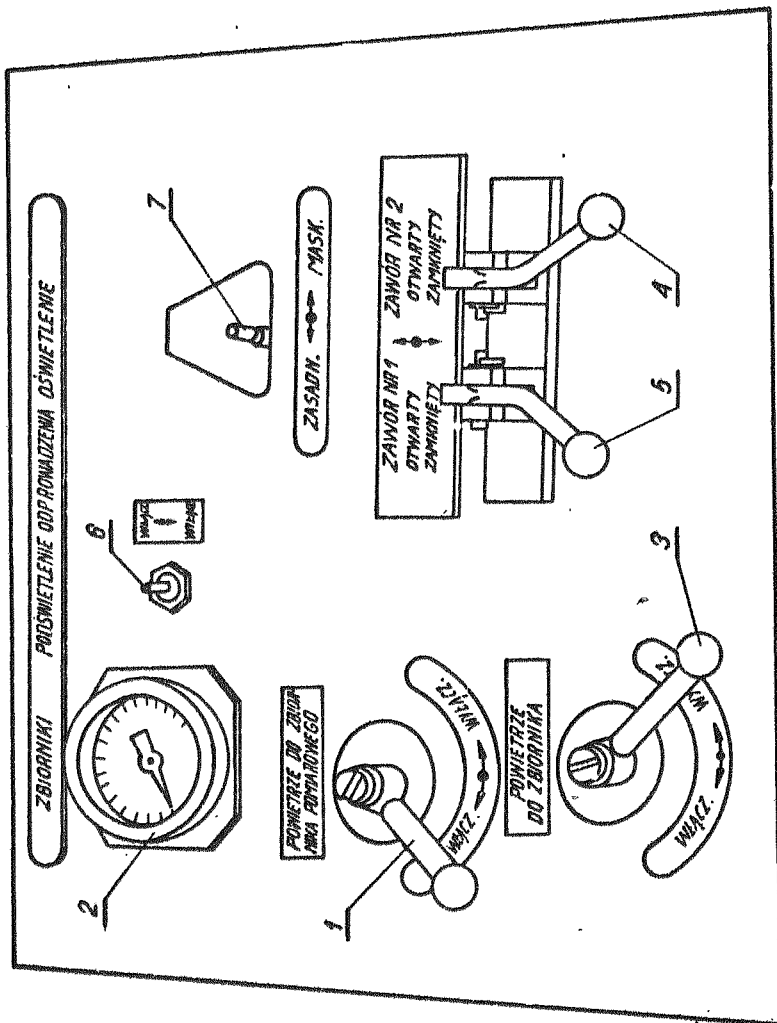

Rys. 72. Schemat połączenia dystrybutora paliwa z rakietą:
7. Zabezpieczyć drutem i zaplombować zaślepki gardzieli NAPEŁNIANIE G i ODPROWADZANIE G /rys. 72/	Drut KO 0,8 Plomby Plombownica Szczypce płaskie uniwersalne
<p>1. Ustawić rakietę na wózku technologicznym w położeniu do zlewania izonitu /oś wzdłużna rakiety - poziomo/ zgodnie ze wskazówkami instrukcji o użytkowaniu wyposażenia stanowiska technologicznego</p> <p>U w a g a. Izonit można zlewać ze zbiorników rakiety, gdy rakietę jest ułożona na wózku technologicznym w położeniu do zlewania nafty.</p> <p>2. Zjąć plomby i drut zabezpieczający z zaślepek gardzieli NAPEŁNIANIE I i ODPROWADZANIE I /rys. 72/</p> <p>3. Wykręcić zaślepkę z gardzieli NAPEŁNIANIE I</p> <p>4. Wstawić w gardziel NAPEŁNIANIE I urządzenie do napełniania z węzłem tłocznym 3 /rys. 86/ i umocować je nakrętką złączną 4, obracając pokrętło nakrętki w kierunku ruchu wskazówek zegara. W przypadku przeciekania izonitu podczas zlewania dokręcić nakrętkę kluczem</p> <p>U w a g a. Przed wstawieniem w gardziel urządzenia do napełniania wpuścić iglicę 6 do wnętrza tłoczyska 5.</p> <p>5. Otworzyć gardziel NAPEŁNIANIE I, obracając pokrętło 1 w kierunku ruchu wskazówek zegara i zwalniając kulkę zaworu</p> <p>6. Wykręcić stopniowo zaślepkę z gardzieli ODPROWADZANIE I, wypuszczając przy tym powietrze ze zbiorników "I" rakiety</p> <p>7. Wstawić w gardziel ODPROWADZANIE I urządzenie do odprowadzania z węzłem powietrza 1 /rys. 87/ i umocować je nakrętką złączną 5, obracając pokrętło nakrętki w kierunku ruchu wskazówek zegara</p> <p>8. Zamknąć magistralę odprowadzającą urządzenia, obracając pokrętło 2 w kierunku ruchu wskazówek zegara</p>	<p>Poziomnica wózka technologicznego lub kwadrant</p> <p>Szczypce do cięcia drutu Szcypce płaskie uniwersalne</p> <p>Klucz 9101-150A 3M8</p> <p>Klucz S=27 Smar /mieszanina 80% CIATIM-205 i 20% grafitu/</p> <p>Klucz 9101-150A 3M8</p> <p>Klucz S=19 Smar /mieszanina 80% CIATIM-205 i 20% grafitu/</p>
<p>5. Zabezpieczyć drutem i zaplombować zaślepki gardzieli NAPEŁNIANIE I i ODPROWADZANIE I /rys. 72/</p>	<p>Drut KO 0,8 Plomby Plombownica Szczypce płaskie uniwersalne</p>